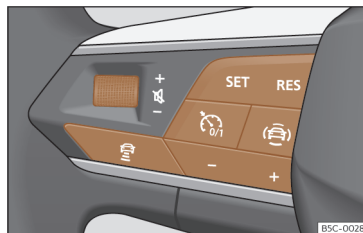

Fig. 110 No volante multifunções: botões para utilizar o ACC.
- Pressione o botão  do volante multifunções >>> **Fig. 110**.
- Para começar a regulação pressione o botão **SET** >>> **Fig. 110**.
Para programar a velocidade pressione os botões + ou - >>> **Fig. 110** até à velocidade pretendida. O ajuste de velocidade realiza-se em intervalos de 10 km/h (5 mph).
- Pressionar o botão **⏮** e, em seguida, o botão + ou - >>> **Fig. 110**.
- Pressione brevemente o botão **⏮** >>> **Fig. 110** ou pressione o pedal do travão.